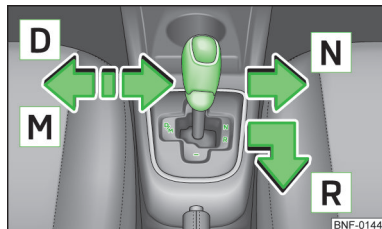

Fig. 84
Du kan vælge følgende positioner med gearvælgeren » Fig. 84:
- Tryk gearvælgeren til den fjedrede position i pilens retning » Fig. 84 på side 80, og vælg position D.